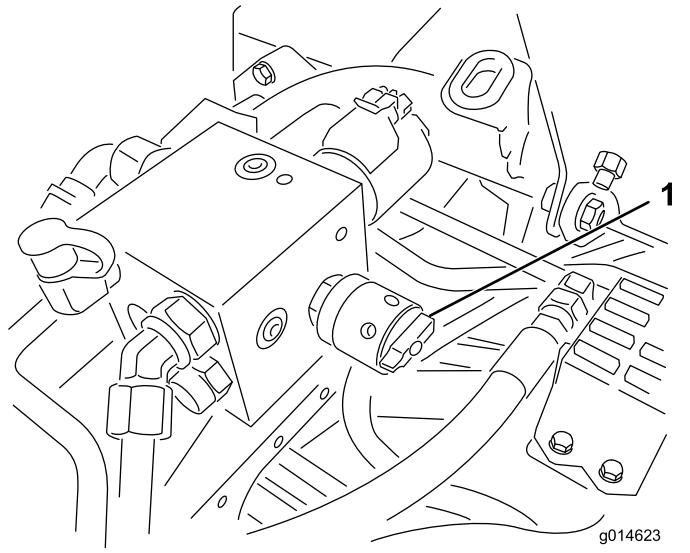

图50
- 要调节滚刀的速度请旋转旋钮 图50直至指示器箭头与在步骤 3 中确定的数字对齐。